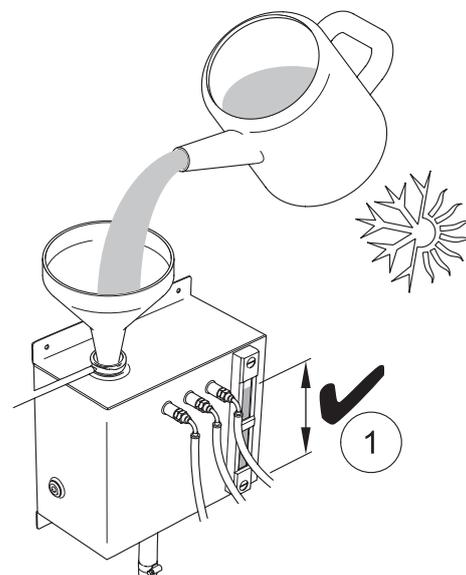

Abbildung 42
- 9 Füllen Sie eine Lösung mit 20 % Frostschutzmittel für Normalbedingungen (50 % für extreme Bedingungen) nach, bis der maximale Füllstand (1) erreicht ist, siehe Abbildung 42.